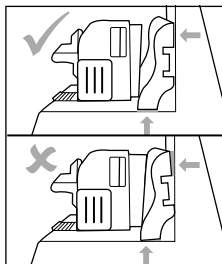

Fig. 9
- ◆ Țineți produsul de un braț mobil ❶ cu o singură mână. Țineți în mod suplimentar plintele care nu mențin un unghi de 90° după fixare (a se vedea fig. 9).